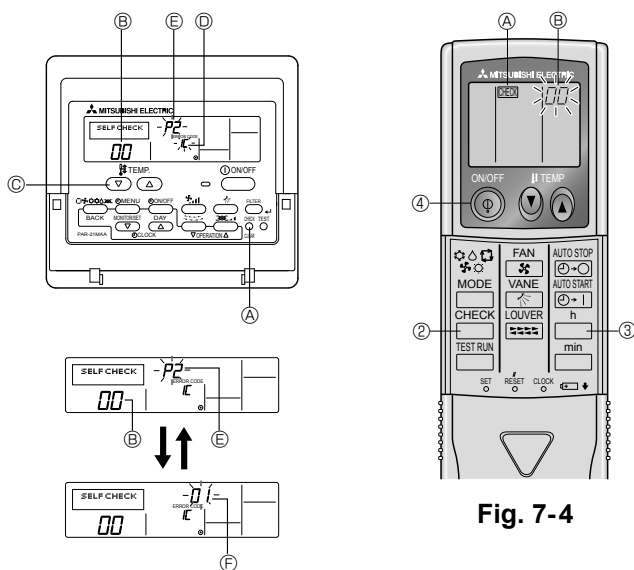

Fig. 7-3
7.3.1. Para controlo remoto com fio (Fig. 7-3)
- ① Ligue a alimentação.
- ② Prima duas vezes o botão [CHECK].
- ③ Se utilizar o controlo do sistema defina o endereço do refrigerante com o botão [TEMP].
- ④ Prima o botão [ON/OFF] para parar a autoverificação.